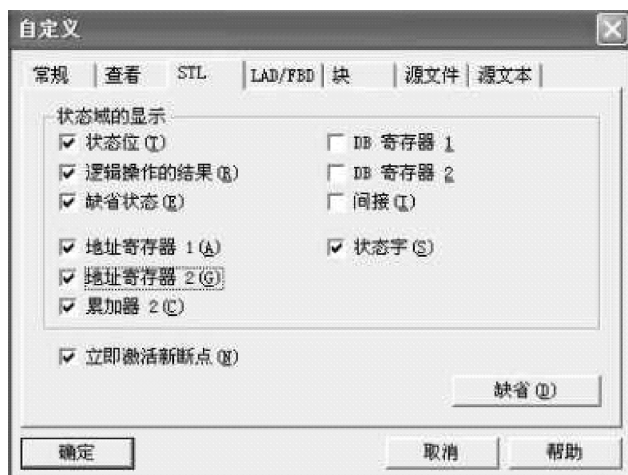

图 3-59 自定义界面
2) 在“自定义”对话框中，单击“STL”标签或“LAD/FBD”标签，如图 3-59 所示。